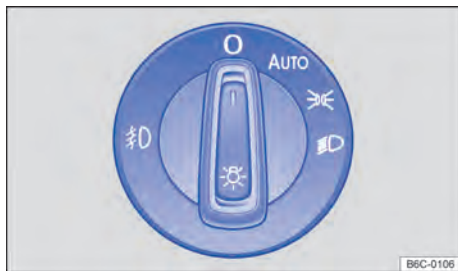

Fig. 75 Ao lado do volante: interruptor de luzes (uma variante).
- **Ligar o farol de neblina** : Puxe o interruptor das luzes para fora → Fig. 75, até a primeira ranhura. A luz de controle  se acende no interruptor na cor verde.